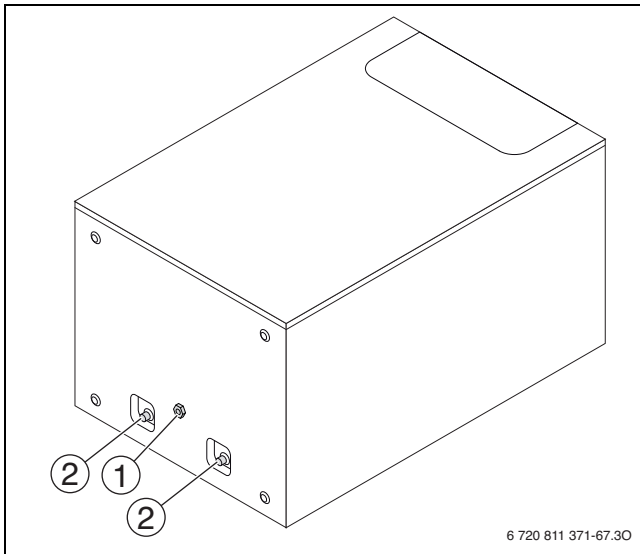

Bild 23
- Schlauchhalterung mit der mitgelieferten Schraube am Gewinde (→ Bild 23, [1]) an die Unterseite des Gerätes schrauben.
- 2 Schlauchenden mit Klemmschellen an den Kondensatabläufen (→ Bild 23, [2]) befestigen.